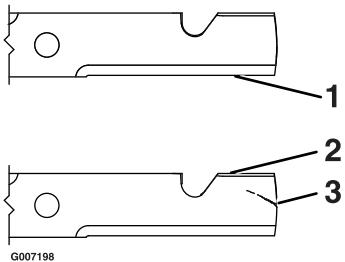

Figure 38
1. Examinez le tranchant des lames (Figure 38). Si elles ne sont pas tranchantes ou si elles présentent des indentations, enlevez et affûtez les lames (voir Affûtage des lames).
2. Inspectez les lames, surtout la partie incurvée. Remplacez immédiatement toute lame endommagée, usée ou qui présente une entaille (repère 3 de la Figure 38).